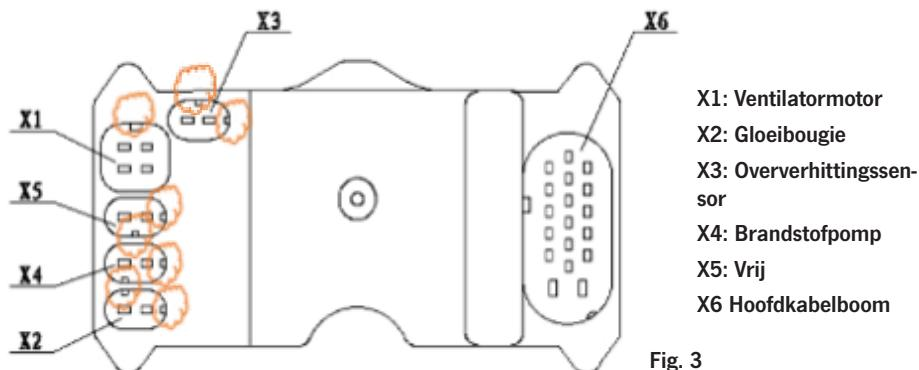

Fig. 3
De oververhitting sensor [Pagina 81 Fig.3 (X3)] is geïnstalleerd op de achterste buitenwand van de warmtewisselaar [Pagina 80 Fig. 2 (16)]. Als de temperatuur van het aluminium hoger wordt dan een gedefinieerde bovengrens, wordt het brandstofpomp circuit door de regelaar afgesloten en wordt de brandstoftoevoer onmiddellijk gestopt. Vervolgens wordt ter bescherming tegen oververhitting de verwarming uitgeschakeld.